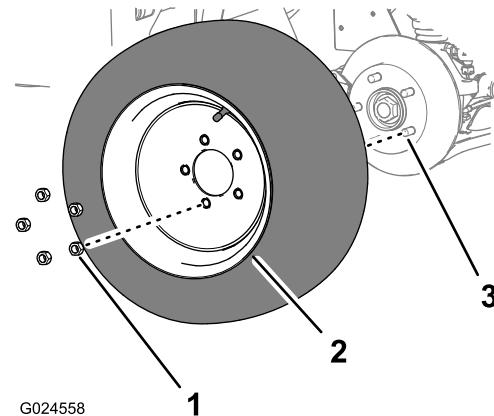

**Figure 15**
- Le point de levage à l'avant du véhicule se trouve sous le support de cadre central avant (Figure 15).